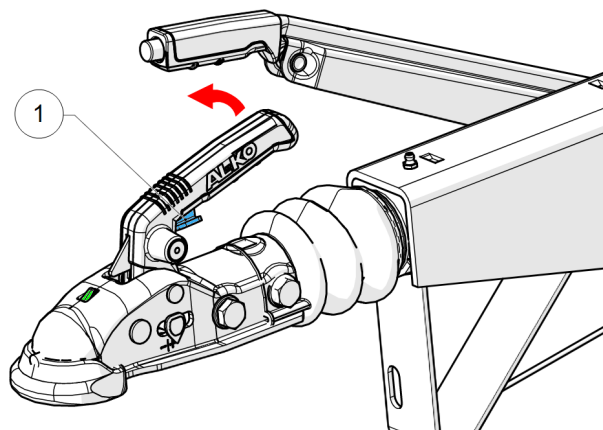

Figure 24 - Poignée d'attelage
5. Tenez la poignée sur la tête de remorquage, pressez le crochet (1, Figure 24) avec votre index et levez la poignée.